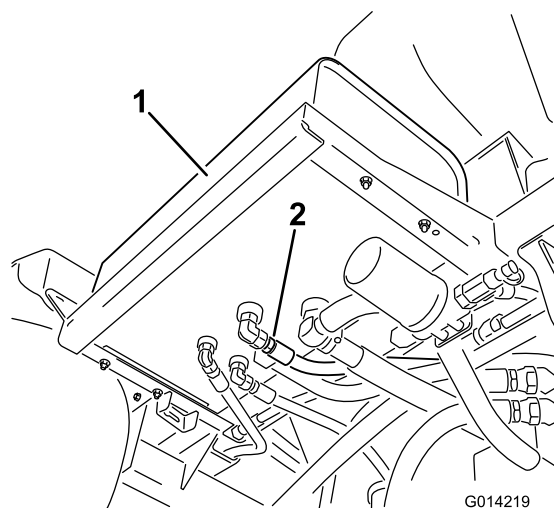

Figure 145
2. Nettoyez la surface autour d'un raccord de flexible hydraulique au bas du réservoir d'huile hydraulique (Figure 145).
4. Débranchez le raccord de flexible du réservoir et vidangez l'huile dans le bac de vidange (Figure 145).